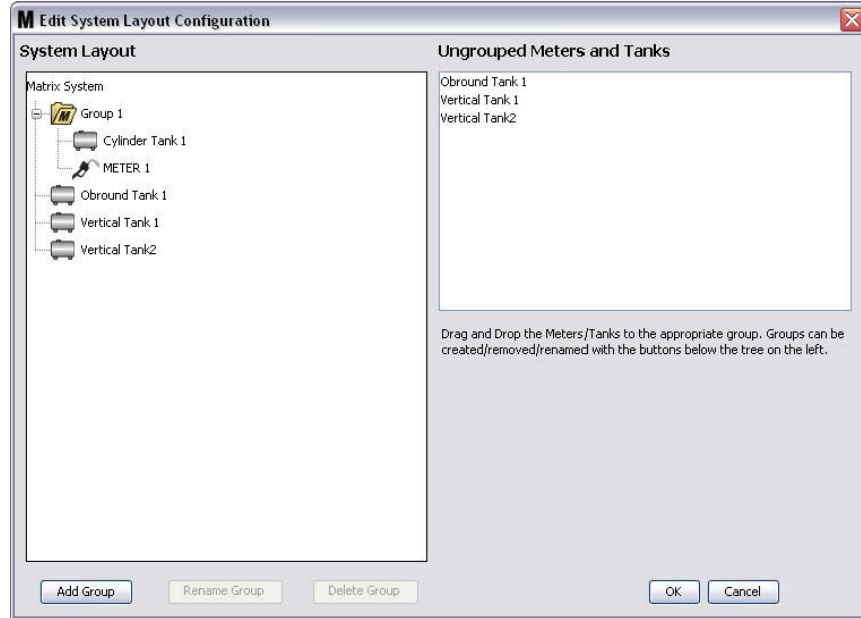

图 129
8. 现在，选定的料桶和流量计显示在屏幕 Matrix 系统一侧的文件夹图标下，如图 129 中所示。
10. 若要重新命名一个组，用鼠标选中屏幕 Matrix 系统一侧列表上的组文件夹。单击“重新命名组”按键（图 129）。
11. 若要删除一个组，用鼠标选中屏幕 Matrix 系统一侧上该组文件夹。单击“删除组”按钮（图 129）。